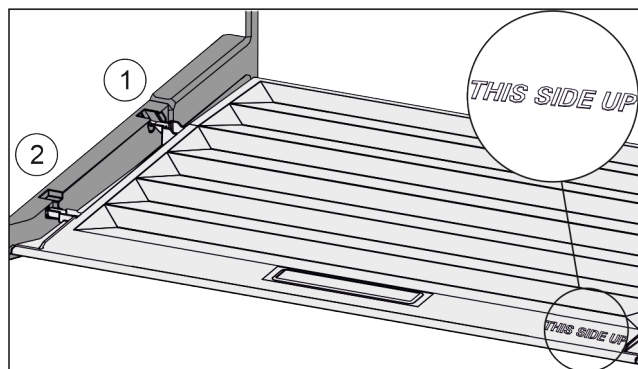

Fig. 95
- ▶ Inserire le nervature del coperchio attraverso l'apertura del supporto posteriore Fig. 95 (1) e innestare anteriormente nel supporto Fig. 95 (2).